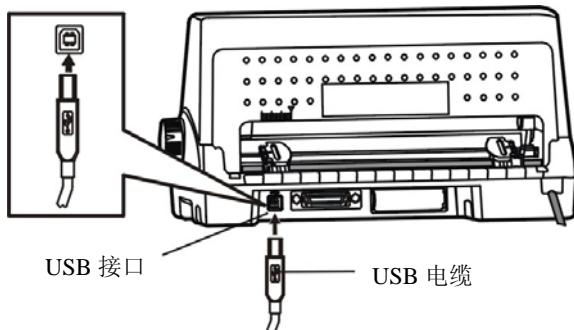
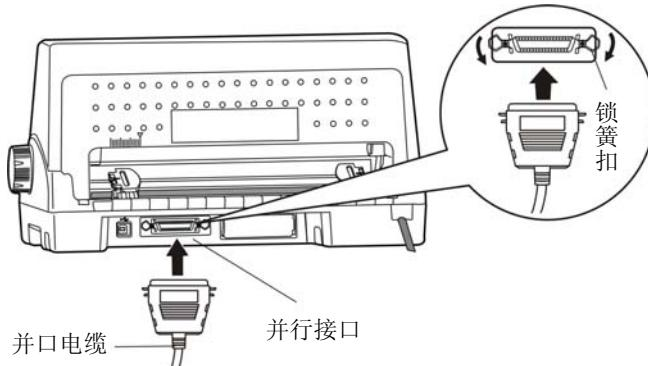
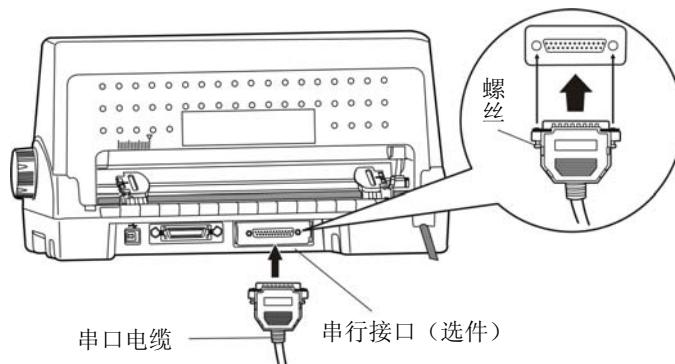
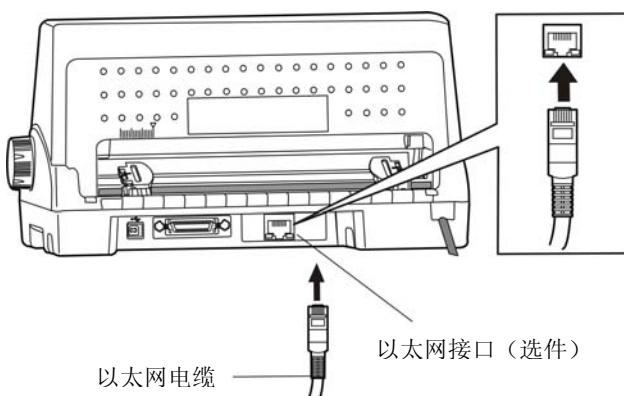

图 2-11 连接 USB 电缆
图 2-12 连接并口电缆
图 2-13 连接串口电缆
图 2-14 连接以太网口电缆
本打印机标配 USB 接口和并行接口; 可选配串行接口插件或以太网接口插件。请根据需要, 用相应的接口电缆把打印机与计算机相连〔如图 2-11、图 2-12、图 2-13 和图 2-14 所示〕。
1. 将 USB 电缆的 A 端插头 (方型) 插进打印机的 USB 接口插座中 (如图 2-11 所示)。
1. 关闭计算机与打印机的电源，将并口电缆插头连接到打印机的并行接口，扣上连接器两侧的锁簧扣，固定并口电缆（如图 2-12 所示）。
1. 关闭计算机与打印机的电源，将串口电缆插头连接到打印机的串行接口，拧紧两侧的螺丝，固定串口电缆（如图 2-13 所示）。
将以太网电缆的 RJ-45 水晶插头一端插进打印机的以太网接口插座中，另一端插头连接到局域网的接入端（如图 2-14 所示）。